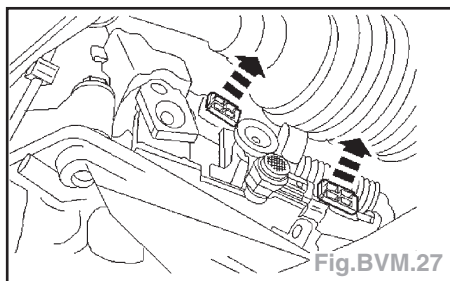

Fig.BVM.27
- Dégager le mécanisme de réglage, tirer les languettes (Fig.BVM.27).